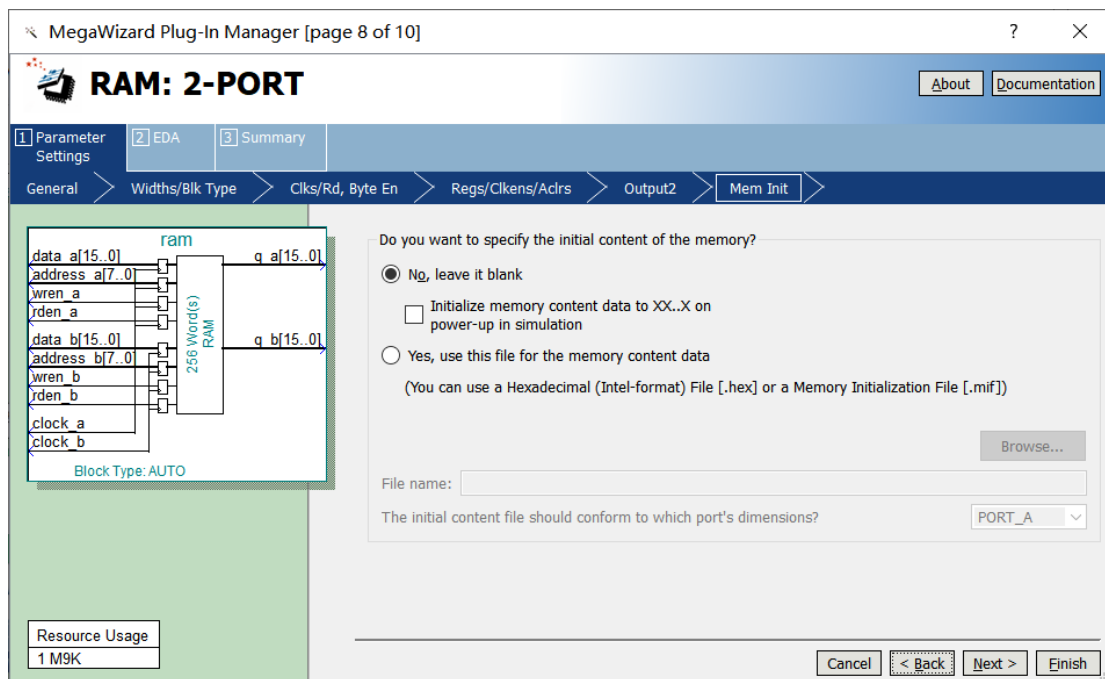

图 16-12
10、该对话框设置 RAM 无初始值，直接 Next，如图 16-12 所示